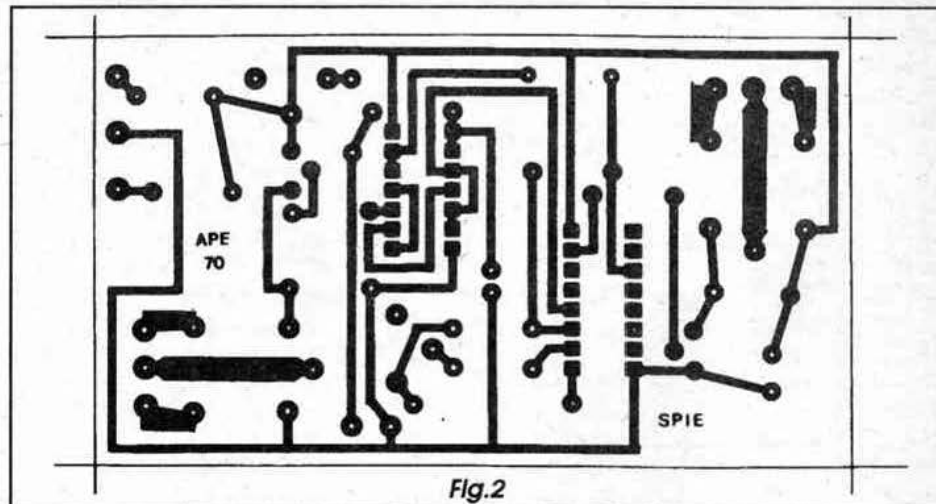

Fig.2
- FIG. 2 - LAY OUT DO CIRCUITO IMPRESSO ESPECÍFICO - Principalmente devido à presença dos dois relês, a placa não resultou muito pequena, ainda que sem exageros no seu tamanho final... O diagrama mostra, em escala 1:1, a sua face cobreada, com as áreas em negro indicando as partes (ilhas e pistas) a restarem após a corrosão (áreas em branco indicam as regiões onde a película de cobre é removida pela solução de percloroeto...). Com os integrados (e também os relês...) exigindo um certo rigor mecânico (tamanhos e posicionamentos) das respectivas ilhas, recomenda-se o uso de decalques apropriados na traçagem, feita após a cópia com carbono diretamente sobre a superfície cobreada de um fenolite virgem nas indicadas medidas... Após a corrosão, lavagem, furação e limpeza, tudo deve ser muito bem conferido, corrigindo-se eventuais falhas ou *curtos*... Observar com especial atenção as regiões entre as ilhazinhas destinadas à inserção das *perninhas* dos dois integrados, muito susceptíveis a *curtos* ou contatos indevidos, devido às suas dimensões reduzidas e extrema proximidade... Aos *começantes*, recomendamos ler com atenção as **INSTRUÇÕES GERAIS PARA AS MONTAGENS**, antes de iniciar qualquer procedimento...!
- FIG. 2 - LAY OUT DO CIRCUITO IMPRESSO ESPECÍFICO - A placa que concentra os componentes principais (o verdadeiro módulo) não é complicada no seu desenho, nem exagerada nas suas dimensões, facilitando bastante ao leitor/hobbyista a sua realização. O diagrama mostra a face cobreada, com o arranjo de ilhas